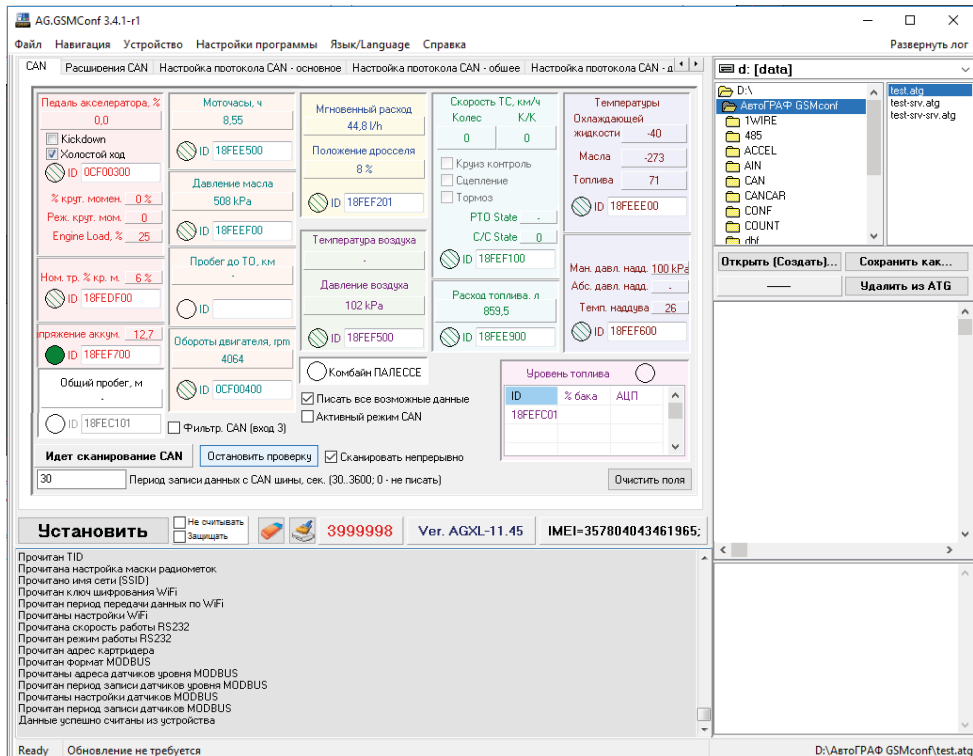

Рис.9. Сканирование CAN шины транспортного средства
9. Убедиться, что контроллер «АвтоГРАФ» получил необходимые данные – на вкладке «CAN» программы AG.GSMConf индикаторы полученных записей CAN должны загореться зеленым цветом, расшифрованные данные – появиться в соответствующих полях (Рис.9).